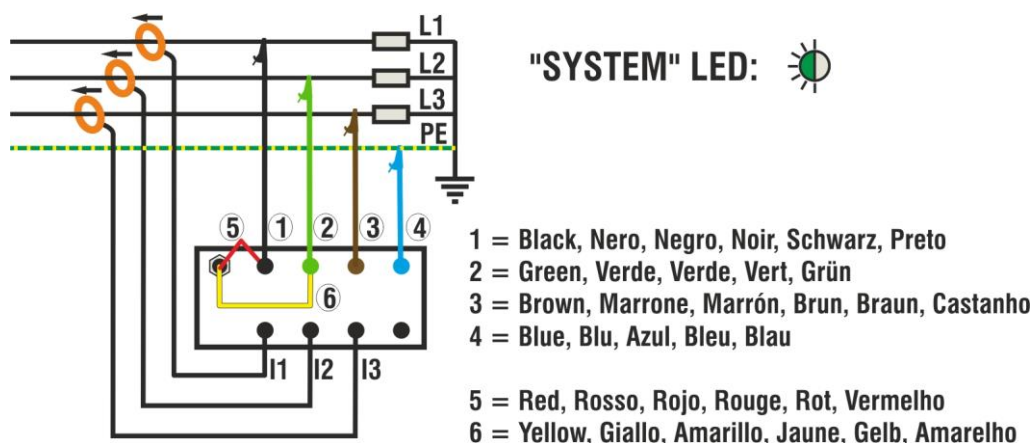

Fig. 3: Collegamento dello strumento in un sistema Trifase 3-fili
- Collegare i terminali di alimentazione (rosso e giallo) rispettando le connessioni indicate in Fig. 3
- Collegare i cavi delle tensioni L1, L2 e L3 rispettando le connessioni indicate in Fig. 3. Collegare il cavo blu sul conduttore di protezione PE
- Se si intende effettuare rilevazioni di corrente e potenza collegare le pinze amperometriche sui conduttori di fase **rispettando il verso indicato sulle pinze** e le connessioni indicate in Fig. 3